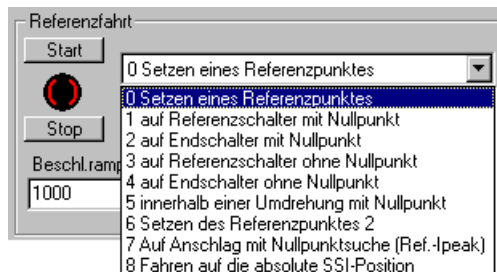

Abb. 48: Auswahl der Referenzfahrt im Einrichtbetrieb
- Wählen Sie aus der Liste der Referenzfahrten die Nummer "0: Setzen eines Referenzpunktes" aus (siehe Abb. 48).